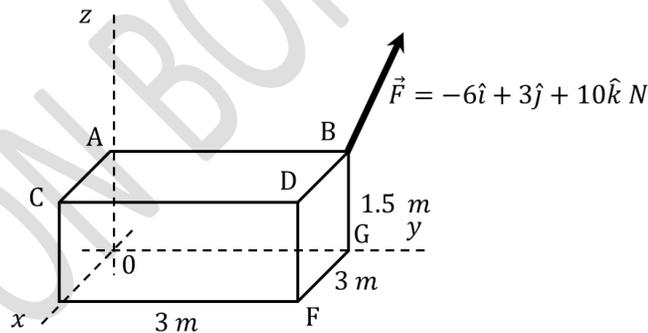

Fig. 3.14.
- 3.13.- Una fuerza $\|\vec{F}\|$ se aplica en el punto B de un paralelepípedo rectangular como muestra la Fig. 3.14. Determinar el módulo del torque con respecto de la recta AF.